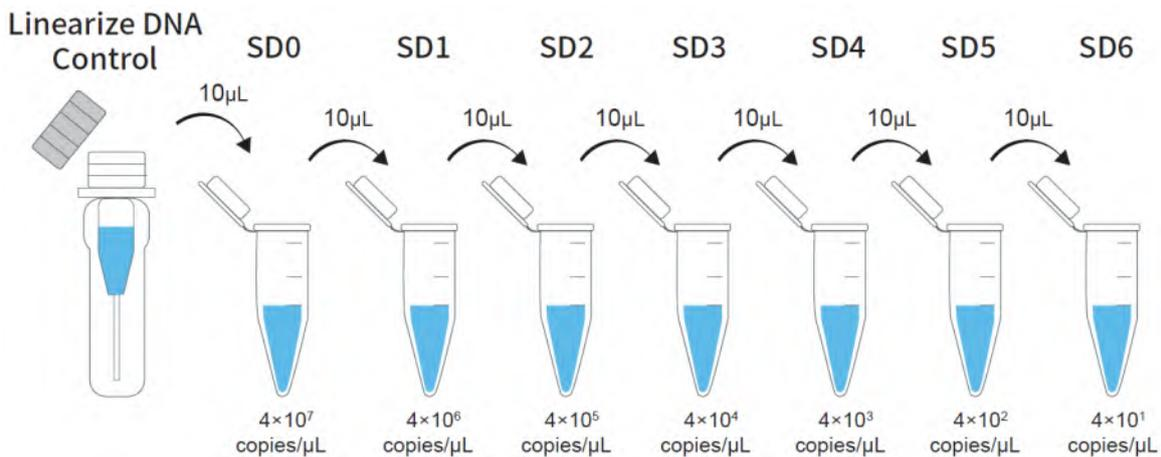

图 1: 线性化 DNA 定量参考品(Linearize DNA Control)倍比稀释示意图
- 如图 1 所示：在低吸附离心管中加入 **90 μ L** DNA 稀释液（DNA Dilution Buffer）和 **10 μ L** 线性化 DNA 定量参考品(Linearize DNA Control)稀释至 4×10^7 copies/ μ L，充分振荡(5-10s)混匀后离心备用；按此方法继续依次 10 倍倍比稀释至 4×10^6 copies/ μ L, 4×10^5 copies/ μ L, 4×10^4 copies/ μ L, 4×10^3 copies/ μ L, 4×10^2 copies/ μ L, 4×10^1 copies/ μ L。**注意：每稀释 1 个梯度必须充分混匀后再向下稀释，保证稀释的均匀准确。**